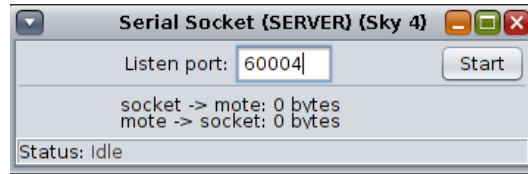

Figura 4: Socket serial do Cooja
3. Observe que o `tunslip6` é programado para encaminhar pacotes entre porta serial e uma interface TUN. Como neste exemplo será utilizada uma rede simulada, é necessário que se crie uma porta serial virtual (que executará sobre TCP). Clique com o botão oposto no nó que está executando o *firmware* do border router e selecione a opção `Mote tools`→`Serial Socket (SERVER)`. Configurar o socket de acordo com a Figura 4;